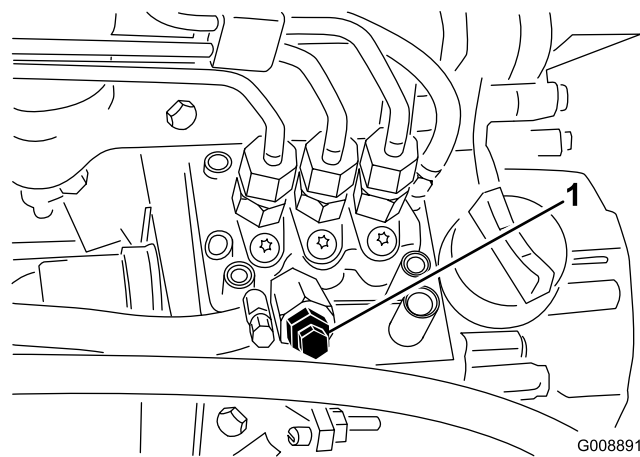

図 23
3. 燃料噴射ポンプについているエア抜きネジ (図 23) をゆるめる。